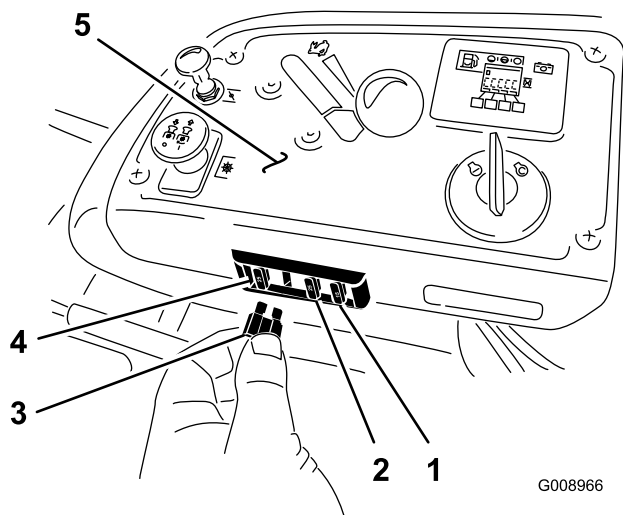

Figura 63
1. I fusibili sono posizionati sulla consolle destra vicino al sedile (Figura 63).
3. Montate un fusibile nuovo (Figura 63).